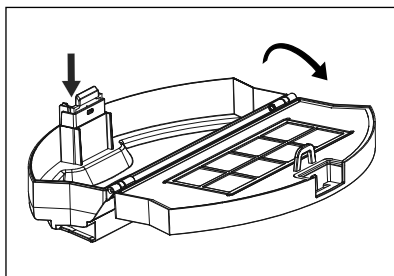

Fig. 8
- 2) Premere il tasto di sblocco **15** del contenitore della polvere **16** e aprire quest'ultimo (vedere fig. 8).